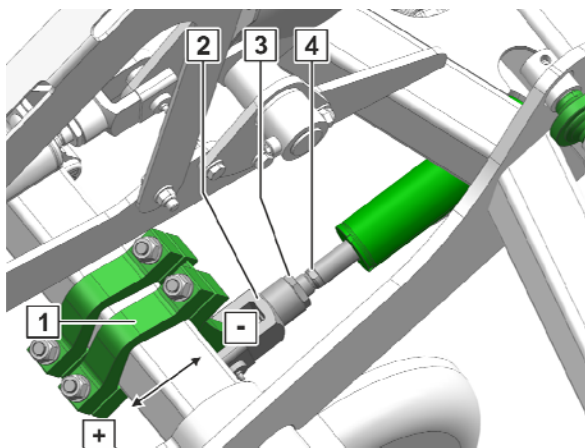

Bild 184
1. Lossa kontramuttern (Bild 184/3).
2. Vrid kolvstängens (Bild 184/4) tills plogbillsspaken (Bild 184/1) uppnått önskat läge.
3. Dra åt kontramuttern mot klykan (Bild 184/2).
2. Vrid kolvstängens (Bild 184/2) tills plogbillsspaken (Bild 184/1) uppnått önskat läge.
3. Dra åt kontramuttern mot klykan (Bild 184/4).